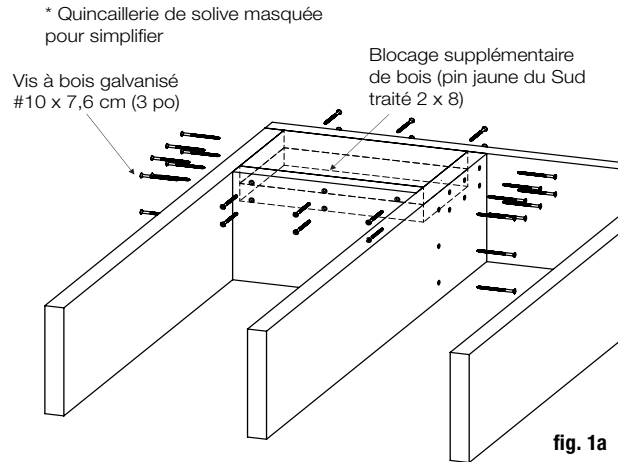

fig. 1a
**Étape 1** Commencez par l'ajout de deux blocs 2 x 8 de pin jaune du Sud traité à l'intérieur des solives. Veillez à percer des avant-trous avant de fixer les blocs solidement à l'aide de vis anticorrosives. Assurez-vous que le platelage est fermement fixé à la solive à l'emplacement des poteaux. Installez les poteaux en les fixant à travers le platelage dans les solives dessous ou en effectuant un double blocage entre les solives (fig. 1a). Les fixations qui maintiennent la base du poteau à la surface devraient pouvoir être fixées aux solives ou aux renforts et pas seulement au platelage. *Remarque : lors de l'installation d'un poteau en aluminium sur une surface en bois, les vis doivent être insérées à une profondeur d'au moins 7,6 cm (3 po) dans le bois (sans compter le platelage). Les platelages de 3,2 cm (5/4 po) et de 3,8 cm (1 1/2 po) ne permettent pas une installation sécuritaire. Au besoin, ajoutez du matériel supplémentaire sous la surface.*